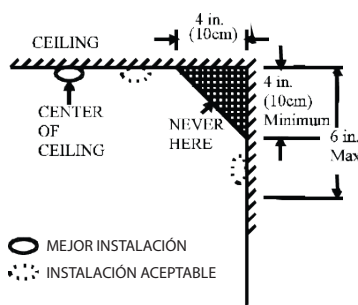

Figura 4: SITUACIÓN RECOMENDADA PARA INSTALAR LOS DETECTORES
- Instale detectores de humo tan cerca del centro del techo como sea posible. Si esto no es práctico, coloque el detector en el techo, a no menos 10 cm de cualquier pared o esquina, como se muestra en la Figura 4.